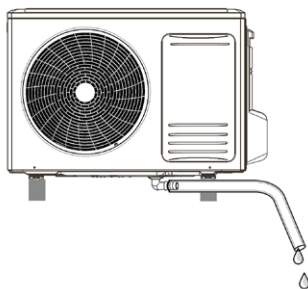

fig. 10 -
2. Collegare al raccordo ("fig. 10 -") un tubo di gomma sufficientemente resistente (in modo che non si deformi determinando possibili strozzature).